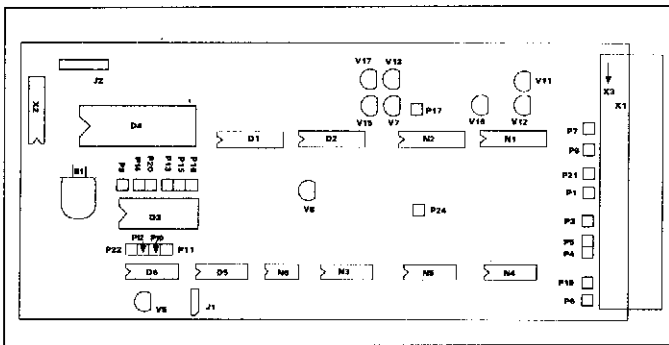
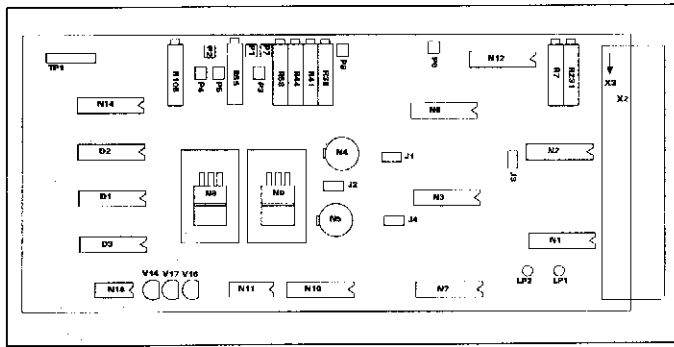
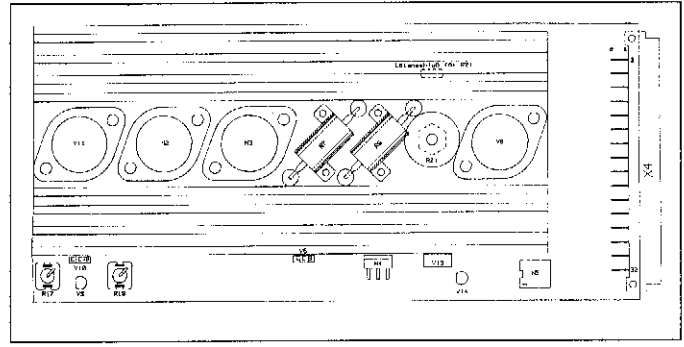

Fig. 17
Fig. 18
Fig. 19
This play can either be determined with a dial gauge or by measuring the sensor voltage between measuring points P1 and P6 on the controller pcb (RP) Fig. 18.
Ce jeu peut être déterminé soit par un instrument de mesure, soit en mesurant la tension du capteur entre les points de mesure P1 et P6 sur la carte de régulation (RP), Fig. 18.
Die Magnetlagerelektronik TCM 520 besteht aus folgenden Teilen: Netzfilter, Netztrafo, Verbindungsprint (VP) mit Steckplätzen für Reglerprint (RP), Fig. 18, Notstromprint (NP), Rechnerprint, Fig. 17 sowie dem Leistungsprint (LP), Fig. 19, dem Adapterprint (AP) zum Pumpenkabel und der eingebauten Pumpstandsteuerung TCS 303. Bei defektem Gerät können die Leistungsbau-elemente ausgewechselt werden. Defekte im Regler- oder Steuerprint werden nur durch Austausch der Prints beseitigt, die nach Demontage der Frontplatte einfach zu wechseln sind.
The Magnetic Bearing Electronic TCM 520 comprises the following components: power filter, power transformer, connecting PCB (VP) with connection points for the controller PCB (RP), Fig. 18, emergency current PCB (NP), Computer PCB, Fig. 17, as well as power PCB (LP) Fig. 19, the adapter PCB (AP) for the pump cable, and the built-in Pumping Unit Control TCS 303. In the case of a defect, the power components can be replaced. Any defects in the controller or processor PCB are corrected by replacing the print boards; for this, just remove the front panel.
L'électronique de paliers magnétiques de la TCM 520 est constituée des pièces suivantes: filtre réseau, transformateur-secteur, carte de liaison (VP) avec les emplacements enfichables pour les cartes de régulation (RP) Fig. 18, carte d'alimentation en courant de secours (NP), carte calculatrice Fig. 17, carte de puissance (LP) Fig. 19, et la carte d'adaptation (AP) pour le câble de la pompe et la commande intégrée du groupe de pompage TCS 303. En cas d'appareil défectueux, les composants de puissance pourront être remplacés. Les défauts ayant à l'origine les cartes de régulation ou la carte calculatrice ne pourront être éliminés qu'en remplaçant ces cartes, facilement accessibles par le démontage du panneau frontal.